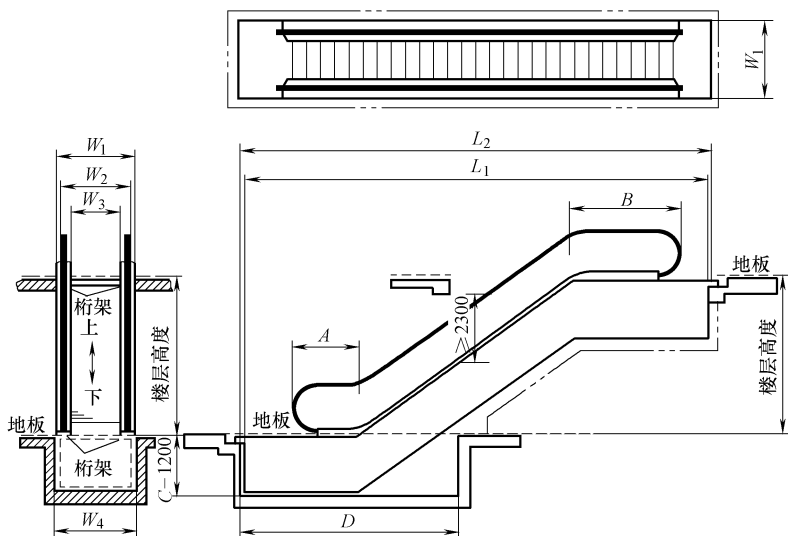

图 10-17 自动扶梯开度测量
(1) 资料准备。安装人员应在开工前熟悉安装技术资料及相关文件（如土建图、安装说明书、安全操作规程等）。
(2) 施工现场勘察。了解土建施工情况，现场空洞要有护栏，有足够的照明，确定吊装用的锚点，安装处的基础应通过验收，有供施工用 40kW 动力电源，现场已提供材料库房等。
(3) 施工方案确定。根据施工现场情况选择合适的吊装方案。因施工现场有限，通常采用半机械化的吊装方案。
(4) 扶梯开度测量。在两楼之间测量升起高度，在水平支柱之间测量水泥坑口长度，如图 10-17 所示。
(5) 材料准备。主材：扶梯设备零部件开箱后，应妥善保管，现场应能提供可封闭的库房，材料堆放应分类整齐码放，并挂好标示牌。